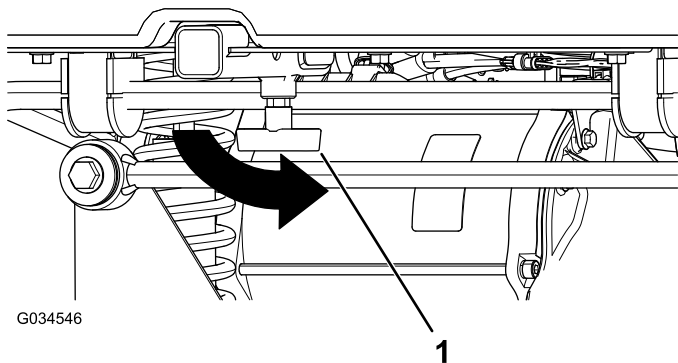

Bild 21
4. Drehen Sie den T-Bügel nach links, um ihn anzuziehen (**Bild 21**).